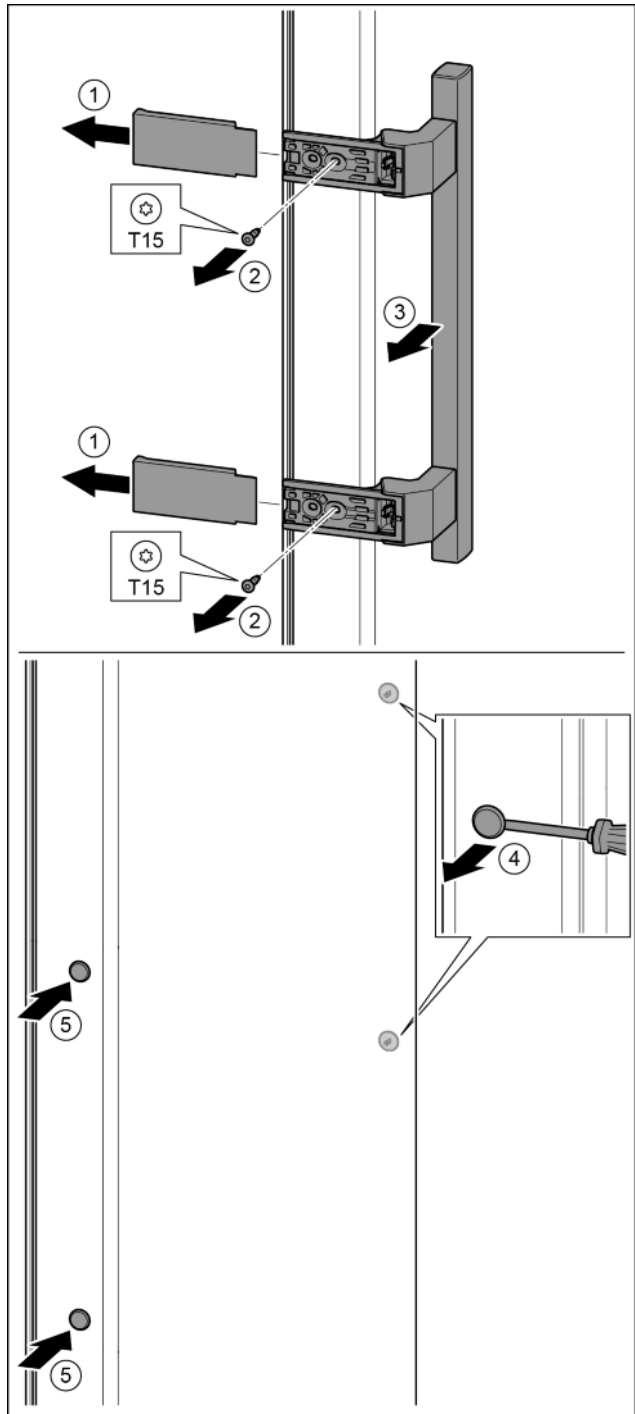

Fig. 20
- Abdeckung abziehen. Fig. 20 (1)
- Schrauben mit Schraubendreher T15 herausdrehen. Fig. 20 (2)
- Griff abnehmen. Fig. 20 (3)
- Seitlichen Stopfen vorsichtig mit einem Schlitzschraubendreher anheben und herausziehen. Fig. 20 (4)
- Stopfen auf der anderen Seite wieder einsetzen. Fig. 20 (5)